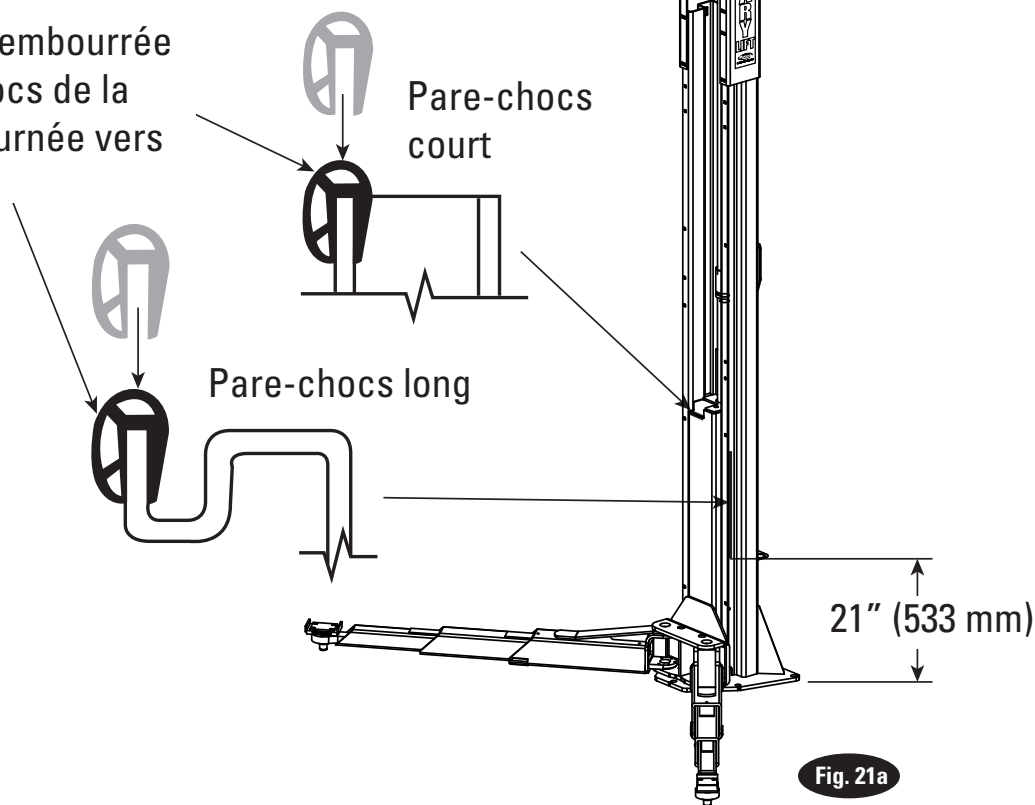

Fig. 21a
- 1) Appliquez le long pare-chocs sur le bord de la colonne, Fig. 21a.
- 2) Appliquez le pare-chocs court sur le bord supérieur du tube du chariot, Fig. 21a.